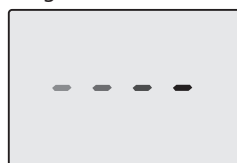
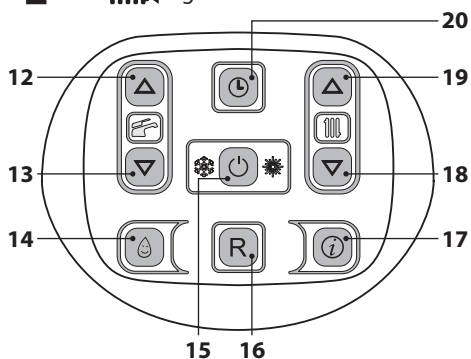

Figura 6.6
Figura 6.7
- Alimentare elettricamente la caldaia azionando l'interruttore bipolare previsto in installazione Il display LCD visualizza il simbolo - - - - (Figura 6.6).
- Tenere premuto per 2 secondi il tasto 15 fino a far apparire sul display entrambe i simboli  e  Figura 6.7.
- Spegnerne la caldaia tenendo premuto per 2 secondi il tasto 15 (Figura 6.7) fino a far apparire sul display LCD il simbolo - - - - (Figura 6.6).